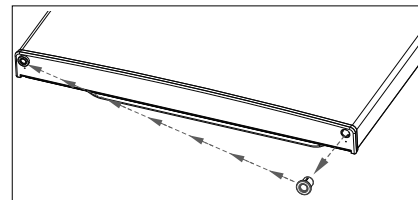

Abb. 10
- ▶ Versetzen Sie die Scharnierbuchse an der Gefrierraumtürunterseite ebenfalls auf die linke Seite (Abb. 10).